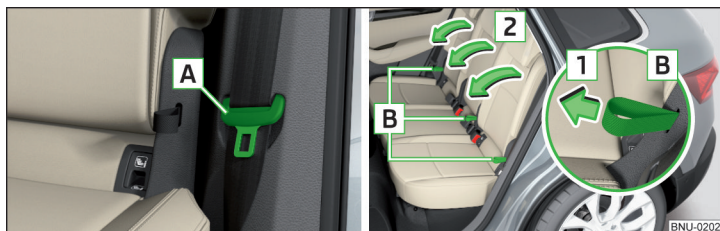

Fig. 86 Posición de seguridad del cinturón / Abatir el respaldo
- Introduzca la lengüeta de cierre **A** del cinturón de seguridad en el orificio situado en el revestimiento lateral » fig. 86.
- Tirar el lazo **B** en el sentido de la flecha **1** y abatir los respaldos en el sentido de la flecha **2** » fig. 86.
- Tirar el lazo **B** al lado del asiento central en el sentido de la flecha **1** y abatir los respaldos en el sentido de la flecha **2** » fig. 86. El respaldo abatido puede usarse como apoyabrazos.